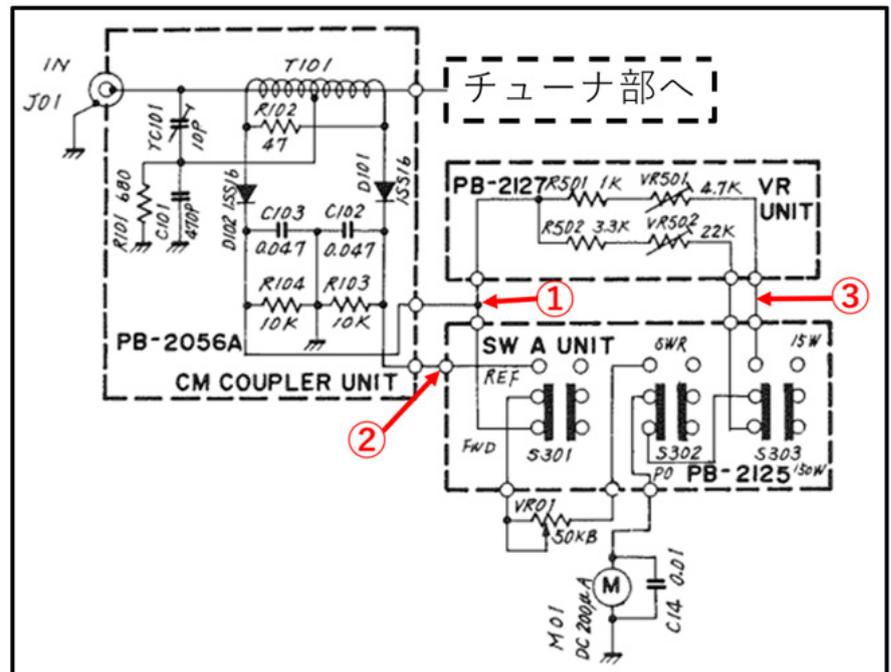

図 1 CM カップラユニットの回路図
アンテナチューナ FC-700 の回路図を眺めて、どの端子を使えば SWR や出力電力の情報を取得できるのか確認しました。図 1 は FC-700 の取扱説明書中に記載のあった SWR と電力表示に関する回路図です。これをたどっていくと、トランシーバからの送信出力は J01 から入り、CM カップラユニットを通過してマッチング回路に入り、アンテナに接続されます。
SWR の測定には、進行波の電圧と反射波の電圧が必要になります。進行波の電圧は、T101 で高周波結合されて、進行波成分がダイオード D102 と RC 回路で整流されます。図 1 中の①端子にその電圧が出てきます。
また、反射波の電圧も同様にダイオード D011 と RC 回路で整流されます。図 1 中の②端子にその電圧が出てきます。この 2 つの直流成分をメータに導いて SWR を表示しています。そこでこれをマイコンで計算する場合は Arduino の AD 変換器で、端子①、端子②の電圧を読み取り、SWR(ρ)は右の定義式で計算して求めればよいことになります。
電力表示については、回路図から図 1 中の①端子の電圧を電力に換算して表示してことができます。また、送信出力が 15 ワット以下と 150 ワット以下をプッシュスイッチで切り替えて選択していますが、最大出力が 15 ワットでも 150 ワットでも同じメータで表示できるようにメータ直前に進行波出力の電圧を調整するための回路が挿入されており(R501,VR501 と R502,VR502)、2 つの回路の出力をプッシュスイッチで選択しています。私の使用方法ではこのチューナに接続する無線機の出力はいずれも 10 ワット以下ですので最大出力 15 ワットの回路だけで十分です。そこで 150 ワット用の出力端子は使用しないことにし、このため図 1 中の端子③から電力に比例する電圧情報 Arduino で読み込み、その値から出力電力を Arduino で計算して表示することにしました。計算式は加減乗除と絶対値の計算ですから Arduino にまかせてしまいます。